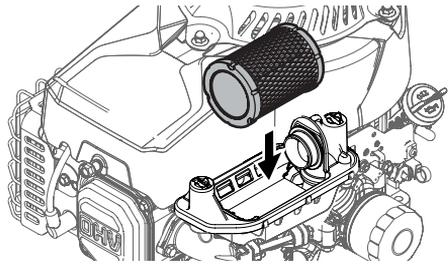

Figura 14
6. Conecte el nuevo filtro de aire con elemento de espuma alineando el orificio en el filtro de aire con el colector de admisión (Figura 14).